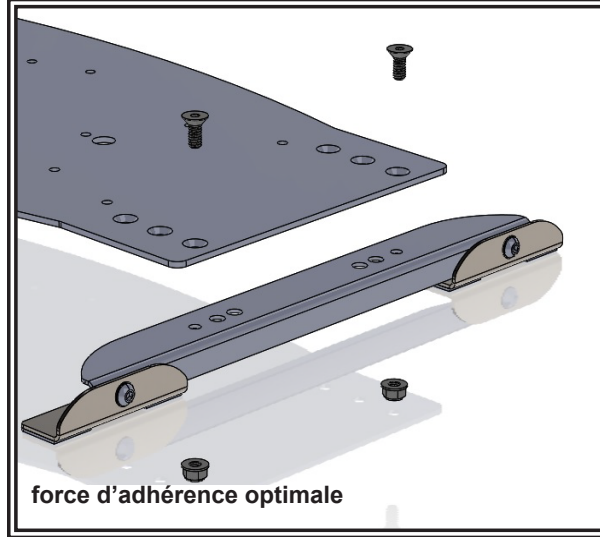

Figure 4
1. Fixez le support CZ6015 à la plaque de montage CZ6016 à l'aide de la quincaillerie fournie. Utilisez les trous fraisés dans la plaque de montage qui permettent aux pieds de reposer sur une partie plate du toit. Placez l'ensemble complet sur le toit du véhicule; Voir la Figure 4.